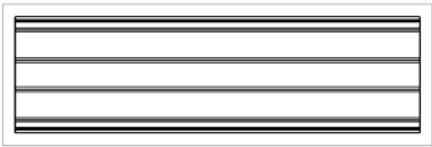

图 9-17 创建平面展开视图样图
(4) 在视图区合适位置放置平面展开视图，创建的视图如图 9-17 所示。